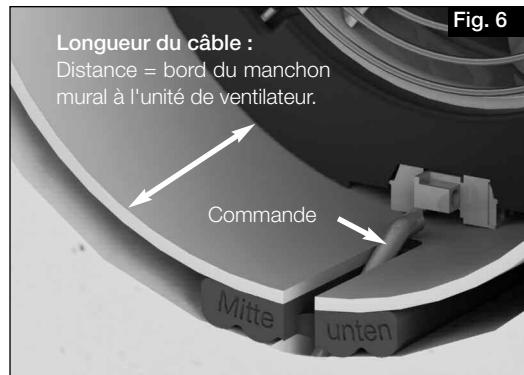

Fig. 6
1. Déterminer la longueur de câble pour raccorder l'unité de ventilation et le couper (fig. 6).